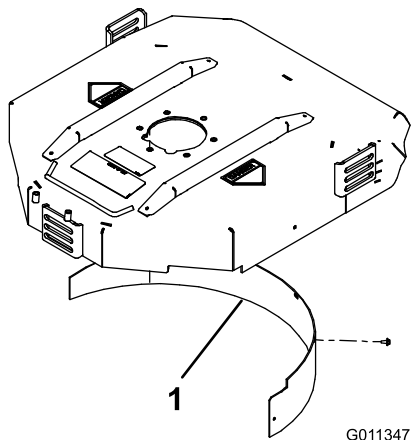

Рисунок 8
2. Установите дефлектор для мульчирования в отверстие задней стенки и закрепите его пятью болтами с фланцевой головкой (Рисунок 8).